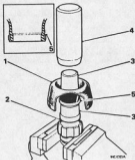

Abb. G.16
8. Neue geschlossene Halteschelle über das Innengeleak einer neuen Gummanchette setzen, so daß die Abchrägung der Schelle zur Innenseite der Manschette weist, siehe Abb. G.16.
9. Abb. G.16 beachten, Innenteil mit Nabe oberliegend in einen weichen Schraubstock spannen und Dorn des Werkzeuges 19C 1251 einführen. Melchliche Schicht 'Toepeil' oder öligen Reinigungsmitel auf Nabe und Dorn sowie Innenseite der Gummanchette auftragen. Manschette am Dorn herunterschoben und dann Helm des Werkzeuges 19C 1251 verwenden um Manschette unter Handdruck ganz auf die Sprengring-Anlagefläche der Gelenknabe zu schieben.